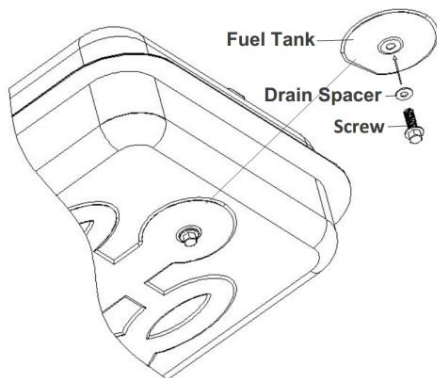

Figure 10. Drain Plug Removal
4. Pour le remettre en place, poussez complètement la tête de vidange dans le trou de vidange et fixez-la en poussant complètement le capuchon d'étanchéité dans le trou de la tête (voir Figure 10).